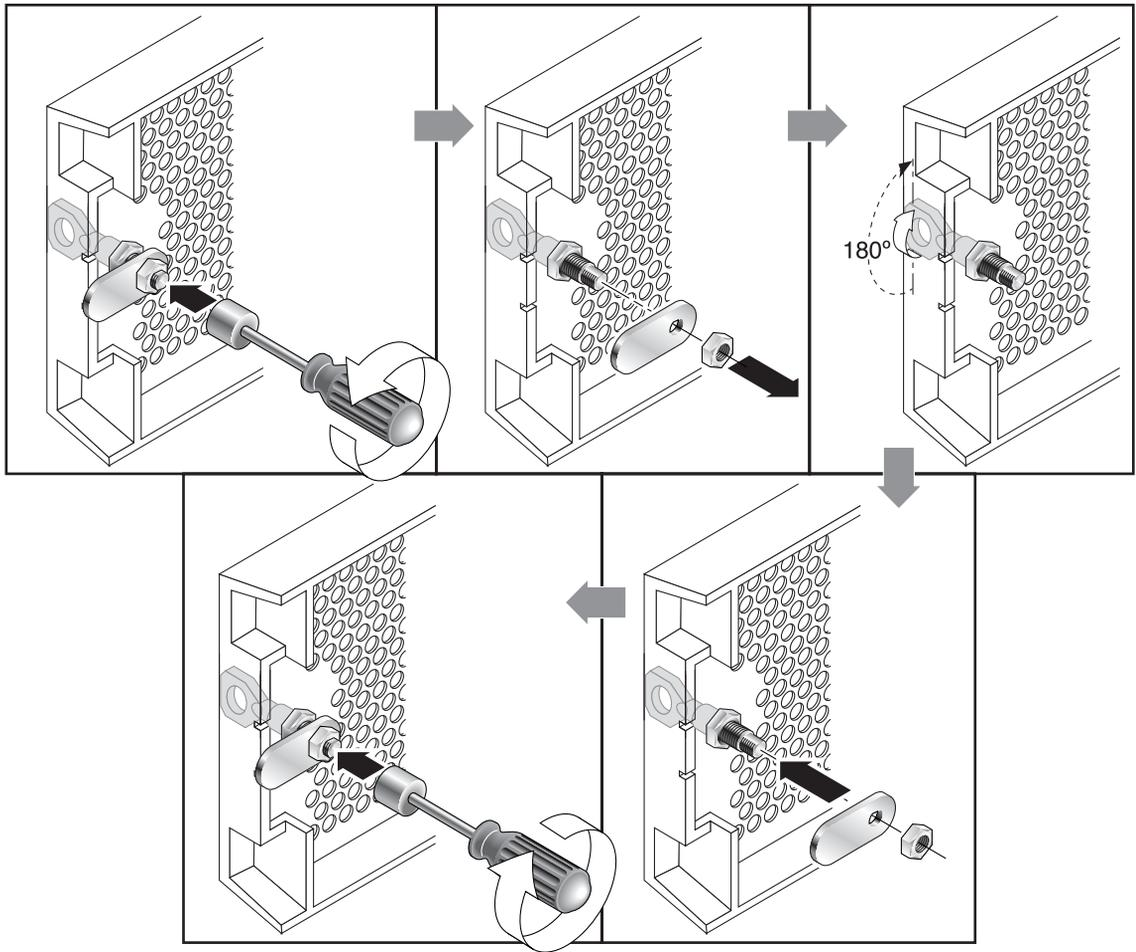

図 4-2 鍵を抜き取ることができないように前面ベゼルロックを変更するためのステップ順序
3. 鍵が回らないように保持しながら、12 mm か 3/8 インチのナットドライバを使用して、掛け金を固定しているナットを外します (図 4-2 の最初のパネルを参照)。
4. 掛け金を持ち上げて、ロック本体のねじ部から外します (図 4-2 の 2 番目のパネルを参照)。
6. 鍵を使用してロックを 180 度回転させます (図 4-2 の 3 番目のパネルを参照)。
7. 掛け金を、外したときと同じ向きで元の位置に戻します (図 4-2 の 4 番目のパネルを参照)。
8. 鍵が回らないように保持しながら、ナットドライバを使用して掛け金を固定するナットを締めます (図 4-2 の 5 番目のパネルを参照)。ナットをつぶさないように注意して締めてください。